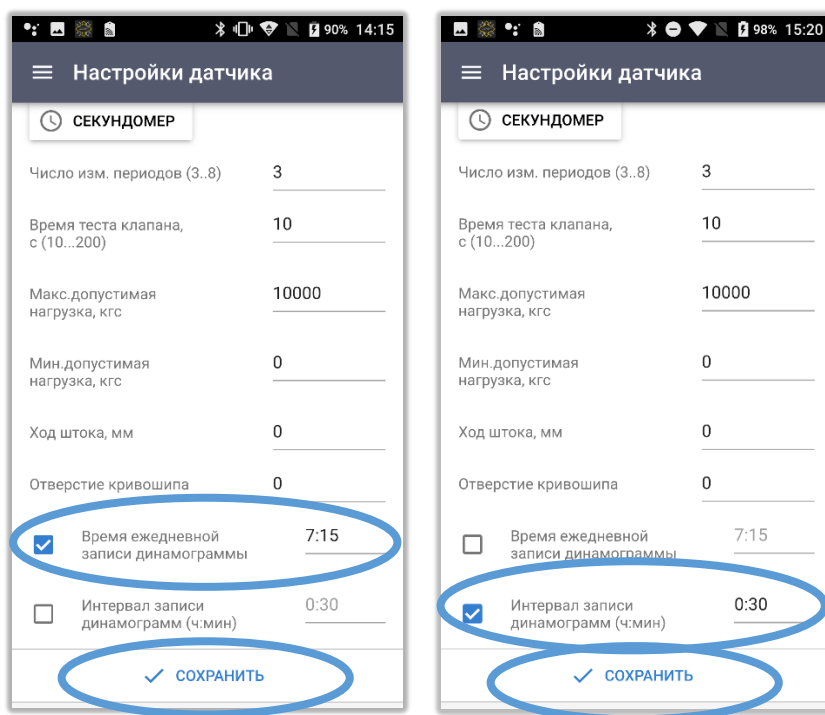

рис.12
2) Нажмите «**Сохранить**».(рис.12)
2) Нажмите «**Сохранить**». (рис.12)